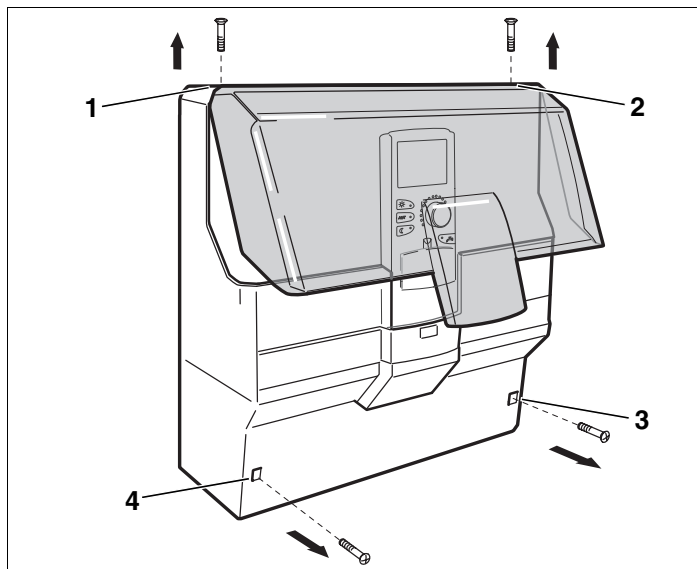

Abb. 2 Abdeckungen entfernen
- 2 Schrauben am oberen Gehäusedeckel herausschrauben (Abb. 2, **Pos. 1 und 2**).
- 2 Schrauben an der Leitungsabdeckung (Abb. 2, **Pos. 3 und 4**) herausschrauben.